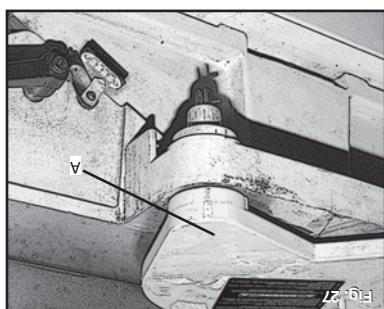

Fig. 27
2. Retire el tornillo prisionero que sostiene la guarda del cabezal de corte (A) Fig. 27 en su posición y retire la guarda del cabezal de corte.